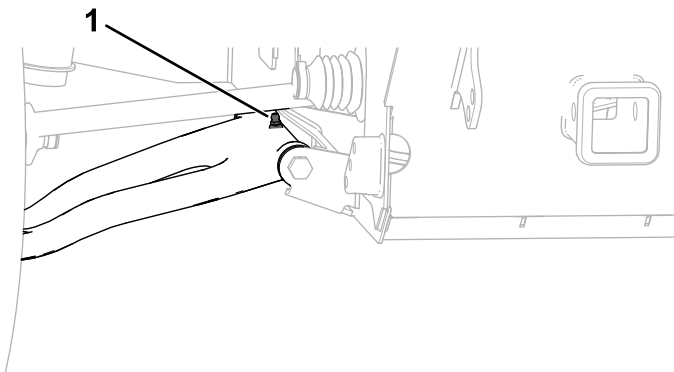

Figure 61
- **Pivots de bras de commande avant (2) ;** voir Figure 61